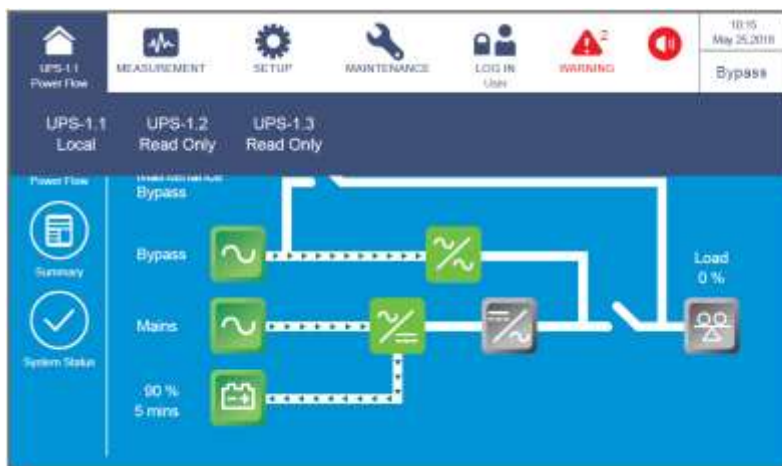

Рисунок 6-12: Окно с запросом идентификационного номера ИБП
- 8 Для параллельного применения нажать значок (), расположенный в верхнем левом углу экрана, и проверить общее количество параллельных ИБП. ИБП с наименьшим идентификационным номером устройства определяется как главный. См. **Рисунок 6-12**.